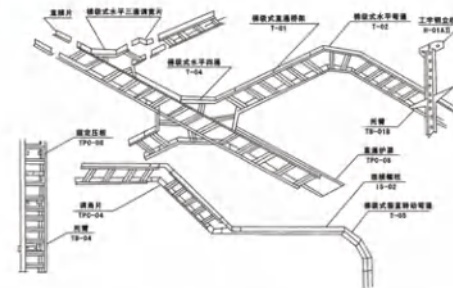

图 14 单元母线槽的连接
10.1 先取出序号 1 连接螺栓，然后将序号 2 母线槽插入，再穿上序号 1 连接螺栓，嵌入碟形垫圈，用扭力扳手将螺母拧紧（扭矩不小于70N·m），然后装上盖板（见图 14），拧紧接头螺栓是母线槽连接的保证。紧固后的接头检查要求用0.1mm的塞尺不能插进。